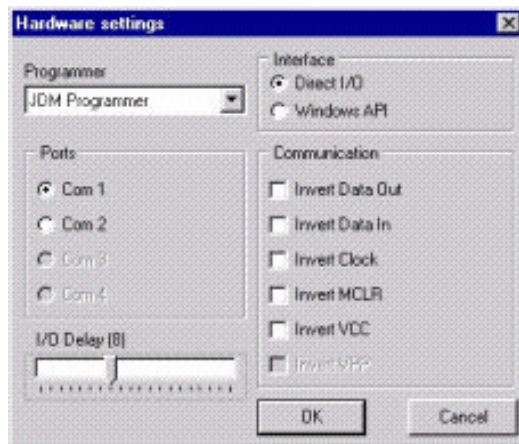

Figure 12 – Configuration du "HARWARE"
- définir la partie "Hardware", si vous possédez un programmeur de type "série" allez dans le menu "Settings" puis "Hardware" et sélectionnez "JDM PROGRAMMER" dans la liste déroulante puis "DIRECT I/O" si vous travaillez sous WIN 9x (**Figure 12**)ou bien "Windows API" pour les versions de Windows XP. Enfin il faut bien sûr sélectionner le port de communication "COM1" par exemple.